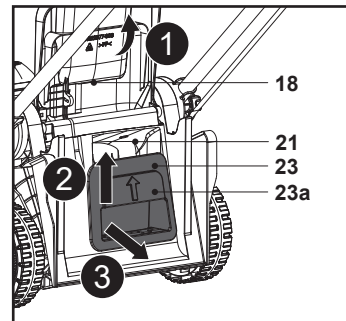

Fig. 16
2. Soulever la poignée encastrée (23a) et extraire l'obturateur mulching (23) de la goulotte d'éjection arrière (21), puis retirer l'obturateur mulching (23) (Fig. 16).